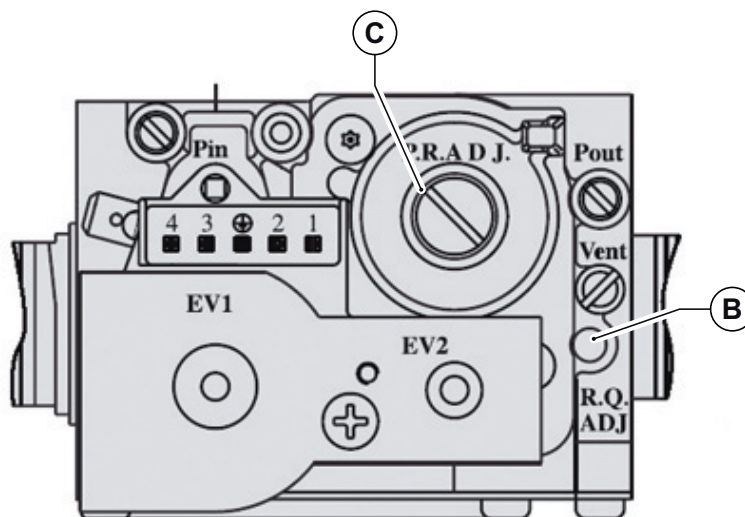

Fig. 38 Regolazione valore anidride carbonica
- Regolare il valore dell'anidride carbonica (CO2) nei fumi ruotando il regolatore di rapporto **B** (vedi Fig. 38 Regolazione valore anidride carbonica) e assicurarsi che rientri nei limiti della Tab. 25 Valori di CO2 nei fumi. Lasciare la caldaia in modalità spazzacamino e portarsi al passo successivo di regolazione alla potenza minima.
- Regolare il valore dell'anidride carbonica (CO2) nei fumi ruotando il regolatore di offset **C** (vedi Fig. 38 Regolazione valore anidride carbonica) e assicurarsi che rientri nei limiti della Tab. 25 Valori di CO2 nei fumi.